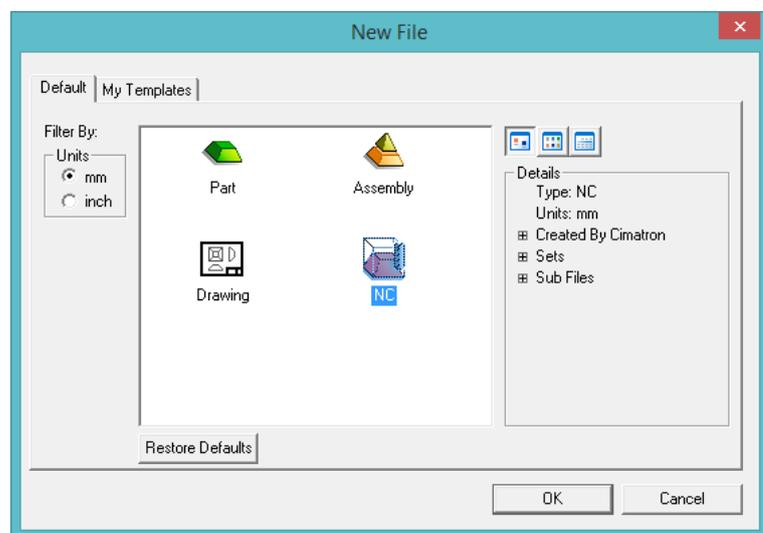

Рисунок 2 – Окно «Новый файл»
3.1 Запускаем Cimatron . В главном меню выбираем «Файл» > «Новый файл». В появившемся окне выбираем «NC» и нажимаем кнопку «ОК» (рисунок 2).